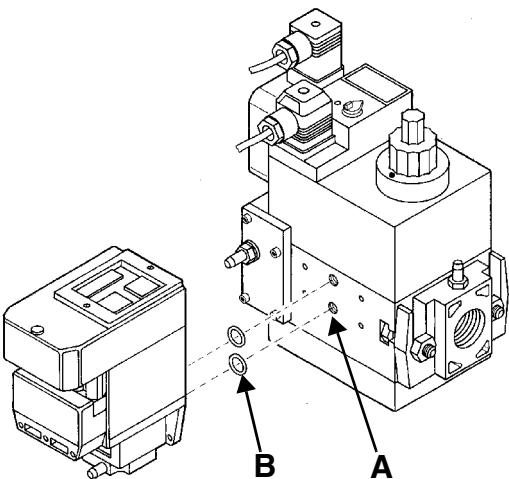
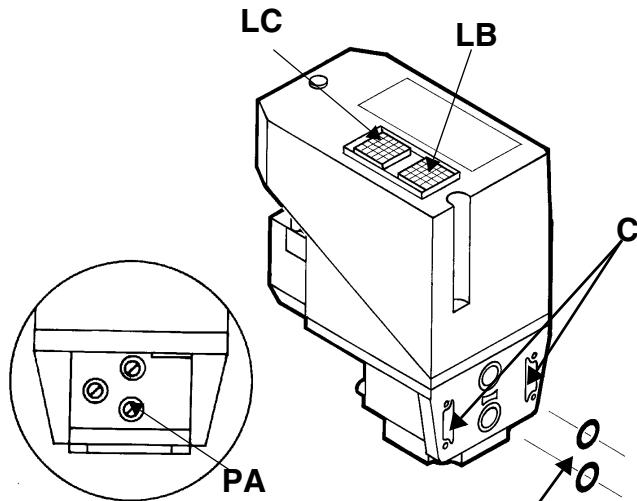

Fig. 46
Fig. 47
- 3 Demontati dopurile suruburilor de la grupul rampa Multibloc (Fig. 46 - pozitia A);
- 4 Introduceti inele de etansare (10,5 x 2,25) in blocul VPS 504 (Fig. 47 - pozitia B, Fig. 46 - pozitia B)
- 5 Strangeti cu suruburile 3, 4, 5, 6 (M4 x16) conform cu Fig. 46 - pozitia C
Daca se doreste monitorizarea testarii , instalati un manometru la priza de presiune **PA** (Fig. 47) . Daca ciclul de testare este satisfacator, dupa cateva secunde se aprinde lampa de consens **LC** (galbena) . In caz contrar se aprinde lampa **LB** de blocare (rosie). Pentru a reporni, este necesara deblocarea echipamentului prin apasarea butonului cu iluminare **LB**.